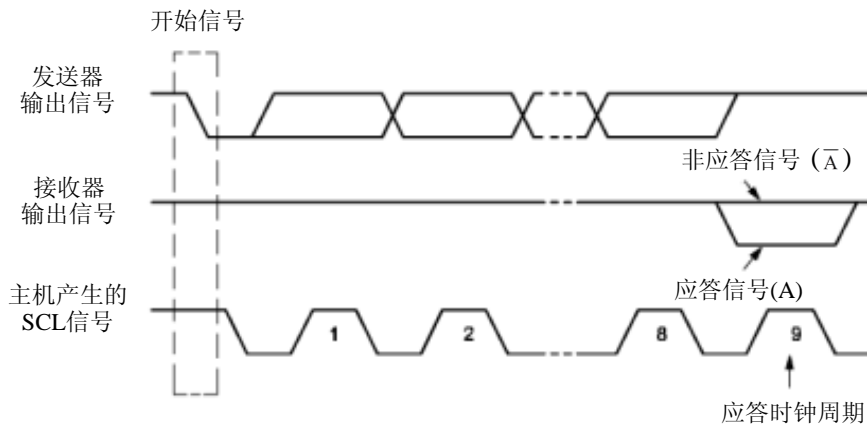

Figure 16-5 IIC 总线的应答信号
**重新开始信号 (Repeated START):** 在 IIC 总线上，由主机发送一个开始信号启动一次通信后，在首次发送停止信号之前，主机通过发送重新开始信号，可以转换与当前从机的通信模式，或是切换到与另一个从机通信。如 Figure16-5 所示，当 SCL 为高电平时，SDA 由高电平向低电平跳变，产生重新开始信号，它的本质就是一个开始信号。
**应答信号 (A):** 接收数据的 IIC 在接收到 8 位数据后，向发送数据的 IC 发出的特定的低电平脉冲。每一个数据字节后面都要跟一位应答信号，表示已收到数据。应答信号在第 9 个时钟周期出现，这时发送器必须在这一时钟位上释放数据线，由接收设备拉低 SDA 电平来产生应答信号，由接收设备保持 SDA 的高电平来产生非应答信号 (A $\bar{A}$ )，如 Figure16-5 所示。所以，一个完整的字节数据传输需要 9 个时钟脉冲。如果从机作为接收方向主机发送非应答信号，这样，主机方就认为此次数据传输失败；如果是主机作为接收方，在从机发送器发送完一个字节数据后，发送了非应答信号，从机就认为数据传输结束，并释放 SDA 线。不论是以上哪种情况都会终止数据传输，这时，主机或是产生停止信号释放总线，或是产生重新开始信号，开始一次新的通信。开始信号、重新开始信号和停止信号都是由主控制器产生，应答信号由接收器产生，总线上带有 IIC 总线接口的器件很容易检测到这些信号。